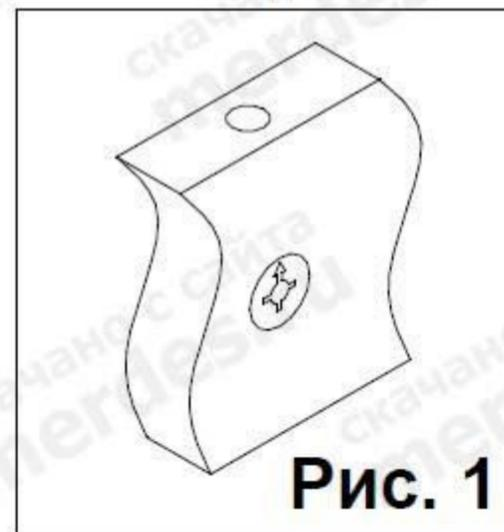

Рис. 1
1. Прикрутить к деталям 1 и 2 с внутренних сторон направляющие (7) в отверстия диаметром 5 мм, при помощи евроинтов (8). Затем к боковине 1 последовательно присоединить детали 3, 2. Крепление производить при помощи евроинтов (2). После этого к низу собранной конструкции прикрепить полку нижнюю 4 при помощи шкантов (1) и евроинтов (2). Далее положить конструкцию на стенку заднюю 3 и прикрутить к полке 4 с нижней стороны опоры (14) саморезами (18) из расчета два самореза на одну опору (14). Поставить конструкцию на опоры (14). Далее забить шканты (1)
в соответствующие торцевые отверстия боковин 1 и 2. Вставить стяжки-растекс (3) в отверстия диаметром 15 мм расположенные на деталях 1 и 2 (см. рис. 1). Перевернуть полку 5 нижней стороной вверх (на нижней стороне этой детали имеются пластиковые муфты), и закрутить в муфты дюбеля стяжек-растекс (4) (см. рис. 2).
Затем вставить заглушку (16) в отверстие диаметром 60 мм расположенное на полке 5. После этого забить шканты (1) в два торцевых отверстия стойки 6 и соединить стойку 6 с полкой 5. Вставить стяжки-растекс в отверстия диаметром 15 мм расположенные с внутренней стороне боковины 7 (см. рис. 1).
2. Перевернуть столешницу 8 нижней стороной вверх и прикрутить опоры (15) саморезами (20). Закрутить в пластиковые муфты дюбеля стяжек-растекс (3)
Взять стенку заднюю выдвижного ящика и забить в соответствующие отверстия шканты (1). Соединить боковины ящика с задней стенкой. Фиксацию производить при помощи евровинтов (6). Далее положить каркас ящика на заднюю стенку и забить шканты (1) в соответствующие торцевые отверстия на боковинах ящика, и вставить стяжки растекс (19) (см.рис.1). После этого вставить дно ящика в пазы на каркасе ящика, таким образом, чтобы дно ящика вошло в паз на стенке задней ящика. Далее закрутить в переднюю панель ящика в имеющиеся муфты дюбеля стяжек-растекс (4). Соединить переднюю панель ящика с каркасом. Фиксацию произвести путем поворота стяжки (19) по часовой стрелки. После этого положить ящик дном вверх и прикрутить ответные планки направляющих (7) к боковинам ящика при помощи саморезов (5). Далее к передней панели прикрепить ручку винтами М4х20, входящих в комплект ручки (при комплектации винтами М4х22 использовать прокладочные шайбы входящие в комплект фурнитуры). Аналогичным образом собрать остальные ящики. В переднюю панель ящика имеющего отверстие диаметром 20 мм вставить замок (23) со стороны паза, а с передней стороны панели вставить в это отверстие стопорное кольцо замка (23). Фиксацию замка произвести при помощи саморезов (5). Этот ящик устанавливается в верхнее положение тумбы.Задвинуть ящик и пометить положение начала передней панели относительно низа полки 5. Отметить 25 мм и закрепить запорную планку замка напротив расположение замка (23) при помощи саморезов (5).